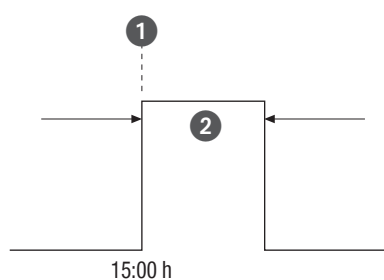

Fig. 31: Impulsskift
- (Fig. 31/①) Starttidspunkt
- (Fig. 31/②) Varighed = skift ON